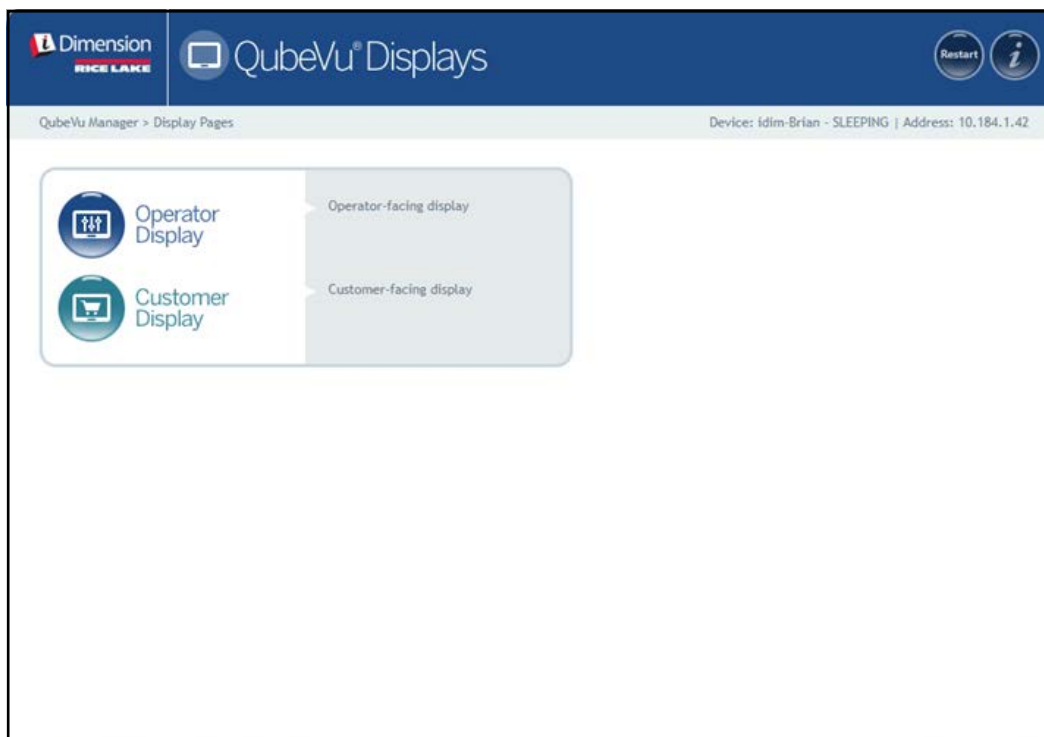

Figure 3-1. Menu Displays (Affichages)
- Sélectionnez  **Operator Display** dans le menu **Display Pages** (Pages d'affichage) (Figure 3-1, page 16). Le module d'affichage pour opérateur apparaît.
- Sélectionnez  **Customer Display** dans le menu **Display Pages** (Pages d'affichage) (Figure 3-1, page 16). Le module d'affichage pour client apparaît.